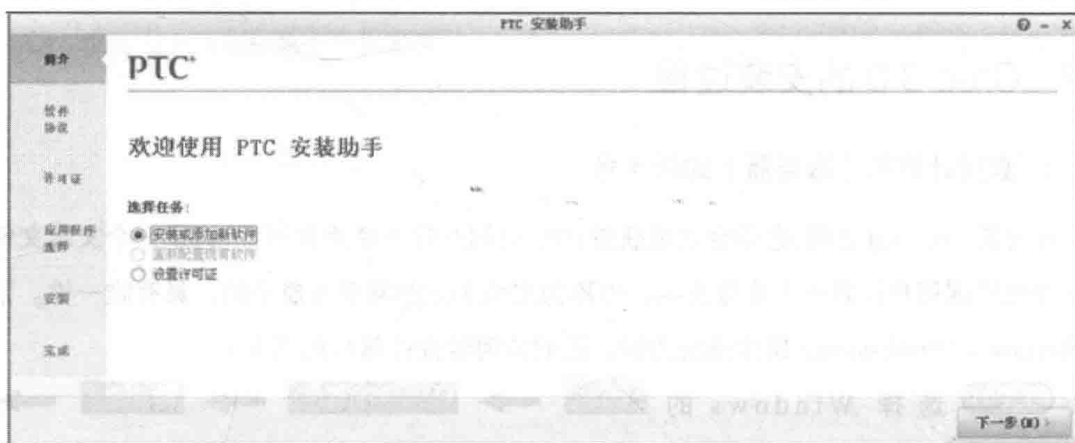

图 1.2.2 系统安装简介
**步骤 02** Creo 3.0 软件有一张安装光盘, 先将安装光盘放入光驱内 (如果已将系统安装文件复制到硬盘上, 可双击系统安装目录下的 `setup.exe` 文件), 等待片刻后, 会出现图 1.2.2 所示的系统安装提示。